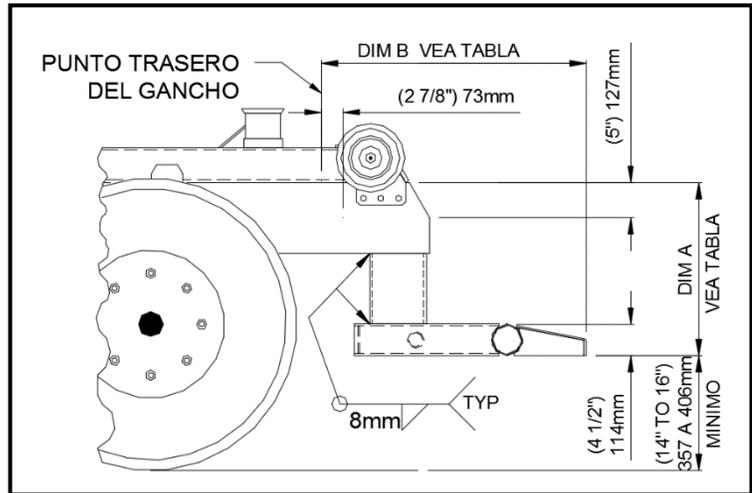
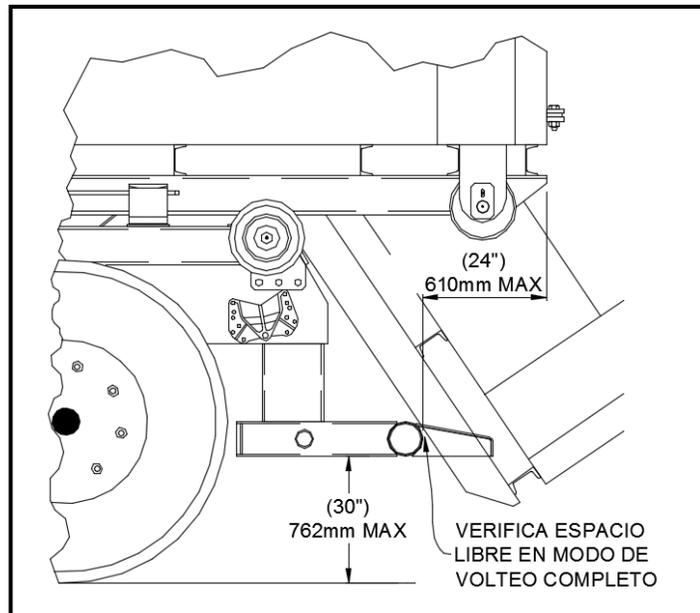

Figura 1
Figura 2
2. Corta el chasis del camión a las dimensiones indicadas (Vea Figura 1). Estas dimensiones facilitan que el montaje de la assembly de las luces traseras.
3. Mide la distancia del fondo del riel de chasis al suelo (NOTA: debe de realizar esta medición sobre superficie plano). Basado en esta medida y las dimensiones en figura 1, el soporte vertical (N Pt: 63H94) se puede modificar en su longitud para cumplir con las regulaciones del OMCS (Office of Motor Carrier Safety). La regulación 393.86 requiere que no parachoques puede colocar más que 30 pulgadas (762 mm) cuando el camión este vacío, y la terminación del parachoques no debe quedar más que 24 pulgadas (610 mm) del trasero extremo del vehículo, inclusive la carrocería (Vea Figura 2). Al determinar la longitud de los soportes verticales, suéldalos al bastidor del camión. (Vea notas adicionales en la próxima página).
4. Centra el parachoques N Pt: 52H12} con las extensiones (N Pt: 52H13) de la fábrica sobre los soportes verticales [N Pt: 63H94). Coloca el parachoque trasero desde el trasero del bastidor del gancho según la tabla de localización. Esta es muy importante para asegurar que los bastidores de soporte de los contenedores no golpean con el parachoque durante el ciclo de volteo (Vea Figura 1 & 2).